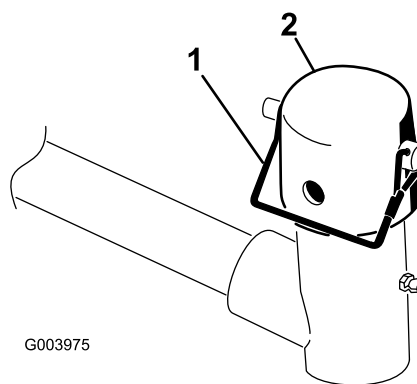

Figura 7
6. Togliete il perno di ritenuta e il cappuccio dalla forcina del braccio di sollevamento (**Figura 7**).
10. Fissate il cappuccio e l'albero del telaio portante alla forcella del braccio di sollevamento con il perno di ritenuta (Figura 7).